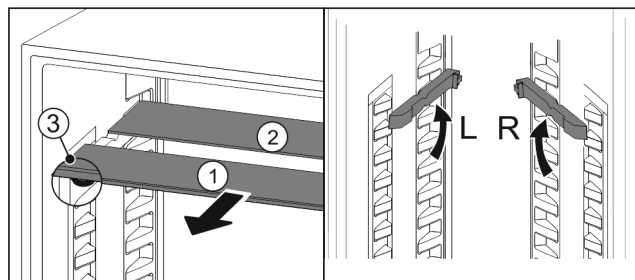

Fig. 99
- Skleněné desky jednotlivě vytáhněte dopředu Fig. 99 (1).
- Skleněná deska Fig. 99 (1) s ozdobnou lištou leží vpředu.
- Zarážky Fig. 99 (3) směřují dolů.